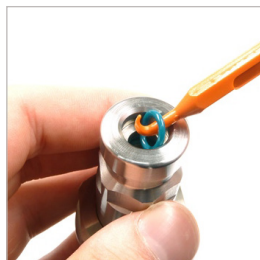

Figure 3
- ▶ Retirez le joint torique (pos. 13) avec l'extracteur de joint torique WEH® réf. 101969 de la gorge (pos. 12) (Figure 3)